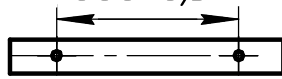

Рисунок. 1. 1.Корпус в сборе. 2.Крышка 3.Рассеиватель. 4.Пружина 5.Патрон.
4.2 Светильники в соответствии с Рис.1 состоят из корпуса поз.1. в котором размещена электрическая схема, двух торцевых крышек поз.2. которые крепятся к корпусу с помощью пружин поз.4 и рассеивателя поз.3